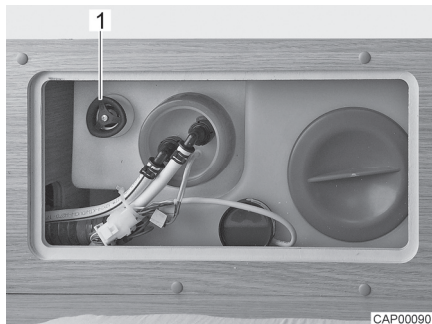

Fig. 74 Serbatoio dell'acqua con maniglia girevole
- Sul serbatoio dell'acqua ruotare la maniglia girevole (Fig. 74,1) in senso antiorario, oltre la resistenza verso l'esterno fino all'arresto, per aprire completamente l'apertura di scarico.